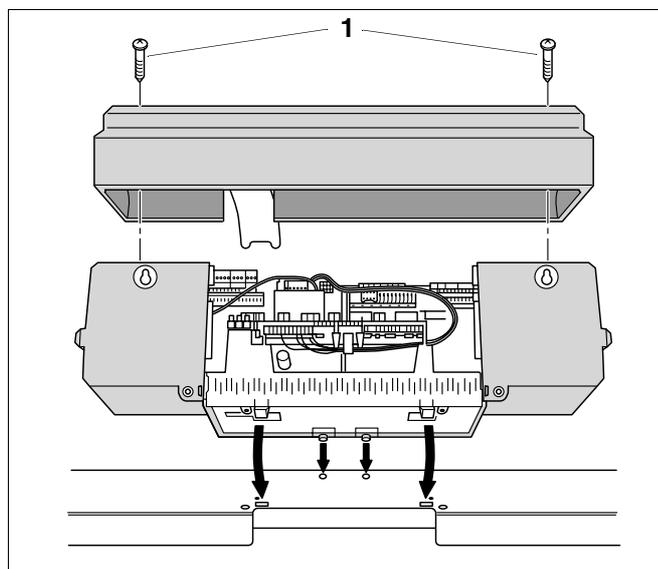

Fig. 14 Montare il sistema di regolazione Logamatic 4000
- Svitare entrambe le viti autofilettanti (fig. 14, **pos. 1**) in alto dalla copertura della morsetteria e togliere la copertura.
- Applicare l'apparecchio di regolazione in modo che i ganci d'inserimento anteriori si inseriscano nei fori ovali, tirare l'apparecchio in avanti e quindi ribaltarlo all'indietro, finché entrambi i ganci elastici scattano in posizione a destra e sinistra (freccie – fig. 14).
- Rimettere la copertura della morsettiera e fissarla con 2 viti autofilettanti (fig. 14).